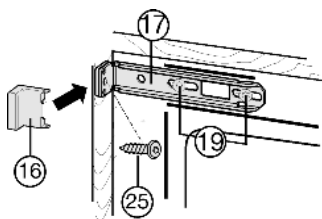

Fig. 20
- ▶ Poluzować trochę śruby Fig. 20 (19).
- ▶ Górny kątownik mocujący Fig. 20 (17) przykręcić za pomocą długich wkrętów do płyt wiórowych Fig. 20 (25) $\varnothing 4 \times 19$ do ścianki mebla.
- ▶ Złamać wystający koniec osłonki Fig. 20 (16).
- ▶ Przykręcić śruby Fig. 20 (19).
- ▶ Założyć osłonkę Fig. 20 (16).